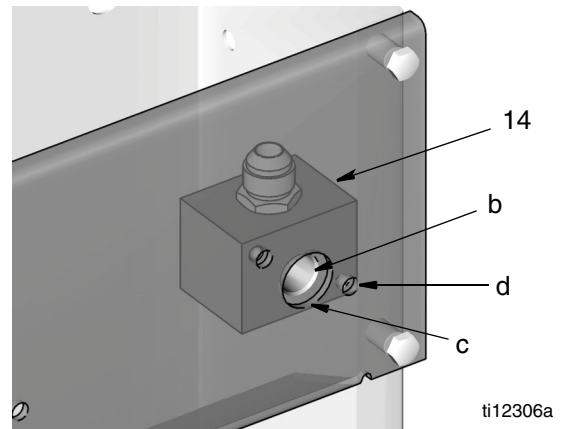

FIG. 12
2. Ubique el colector (14) dentro de la barra de aceite, con la abertura (b) hacia el frente del colector con la abertura (c) en el panel frontal de la barra de aceite, como se muestra en la FIG. 12.